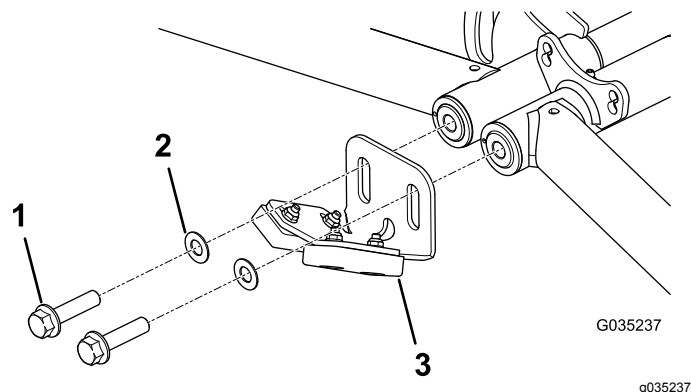

Figura 23
4. Instale provisionalmente el conjunto de topes delantero y las arandelas, según se muestra en Figura 23.